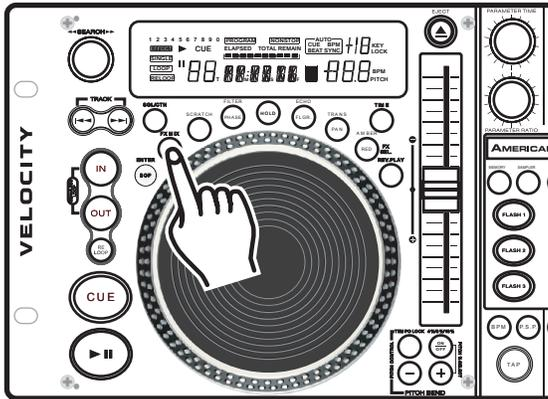

Figura 58
**BOTÓN HOLD:** Emplee el BOTÓN HOLD (18) para proteger los parámetros que eligió. Si este botón no ha sido activado, todos los cambios que practique a sus parámetros serán sólo momentáneos. Para activar la función “hold”, presione el BOTÓN HOLD (18), como se indica en la figura 58. Una vez activada la función, el BOTÓN HOLD se ilumina en color azul.